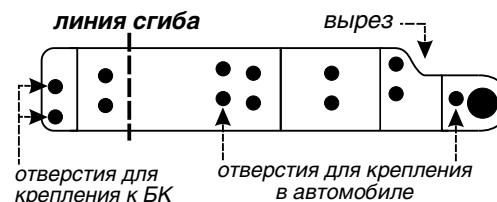
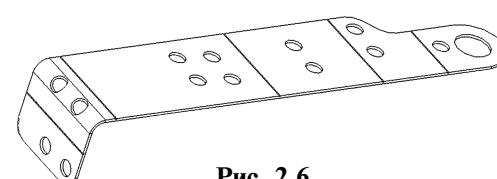

Рис. 2.5
Рис. 2.6
8. Бортовой компьютер устанавливается на двух кронштейнах. Кронштейн, внешний вид которого приведен на рис. 2.5, представляет собой металлическую пластину.
9. Согните пластины по линии сгиба, рис. 2.5, под прямым углом, как показано на рис. 2.6, согбайте кронштейны в противоположные стороны (зеркально), учитывайте, что кронштейны будут устанавливаться один с правой, другой с левой стороны.